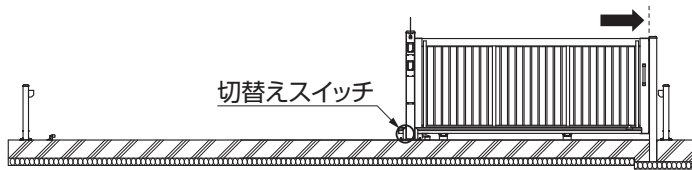
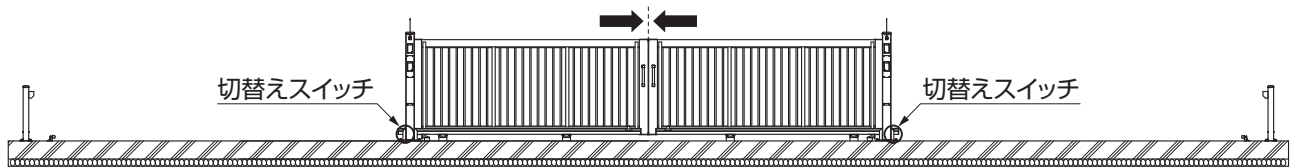

図17-1 片開き
図17-2 両開き
- ①引戸を閉めた状態にし、手動電源切替スイッチを手動に切替えてください。(図17-1、図17-2参照)